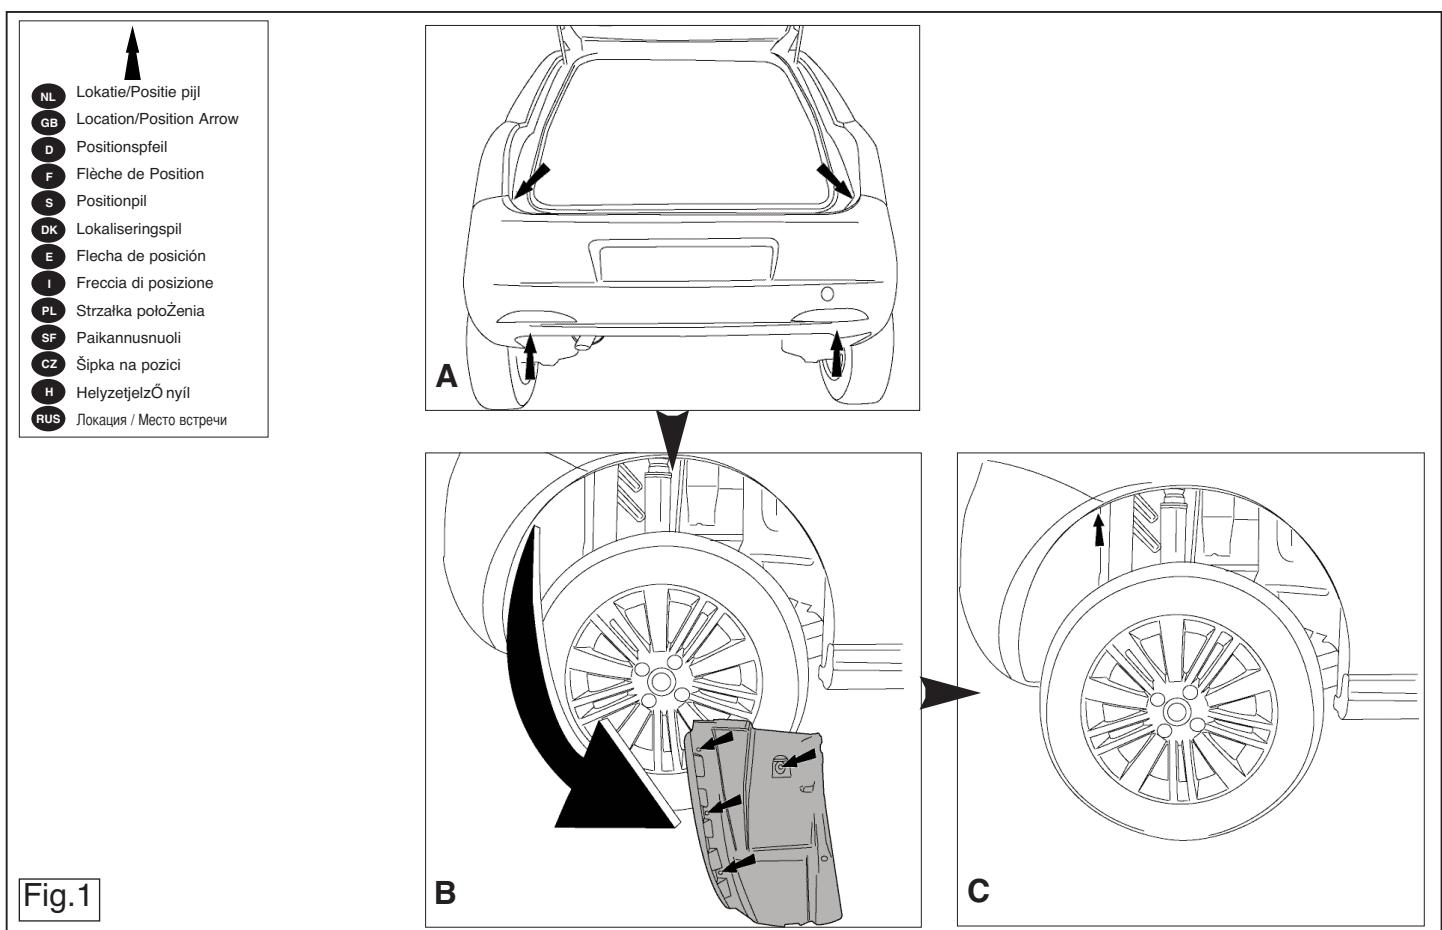

Fig.1
1. Die Stoßstange einschließlich des stählernen Stoßbalkens vom Fahrzeug abmontieren. Der Stoßbalken wird nicht mehr benötigt. (siehe Abb. 1).
1. Déposer le pare-chocs du véhicule y compris la traverse en acier la traverse ne sera plus utilisée. (voir la fig.1).
- Demontera sötetangarene inkluusive söttranaden av stål från fördonet, storranden förställer. (se fig. 1).